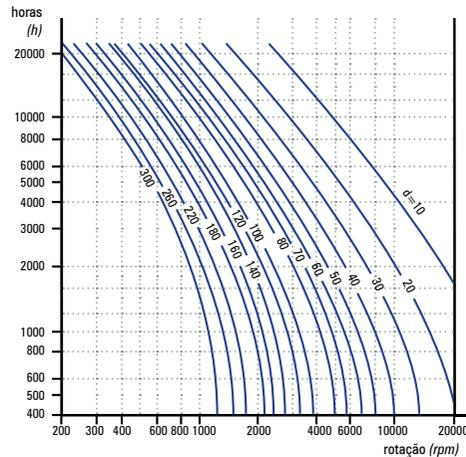

figura 45 - Intervalo de relubrificação com graxa para rolamentos radiais de esferas
O intervalo de relubrificação pode ser definido conforme figura 45, em que os valores estimados são apreSENTADOS para temperatura de funcionamento de até 50 °C, utilizando graxas à base de lítio de boa qualidade.
- Em casos de temperaturas acima de 50°C é recomendado, para cada 15°C de aumento de temperatura, reduzir pela metade o intervalo de relubrificação obtido na figura 45 (tabela 41). Atentar-se para que o limite de temperatura de trabalho da graxa ou do rolamento não seja excedido;
- Para eixos posicionados na vertical os intervalos sugeridos na figura 45 devem ser reduzidos pela metade.